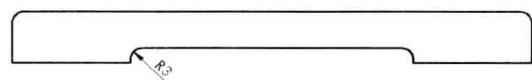

图 11-1-2
- (2) 在“修改”面板中，单击“圆角”按钮 F ，输入圆角半径值“3”，按Enter键，选择相交的两条直线，即可创建圆角。用同样的方法创建其他位置的圆角，如图11-1-2所示。